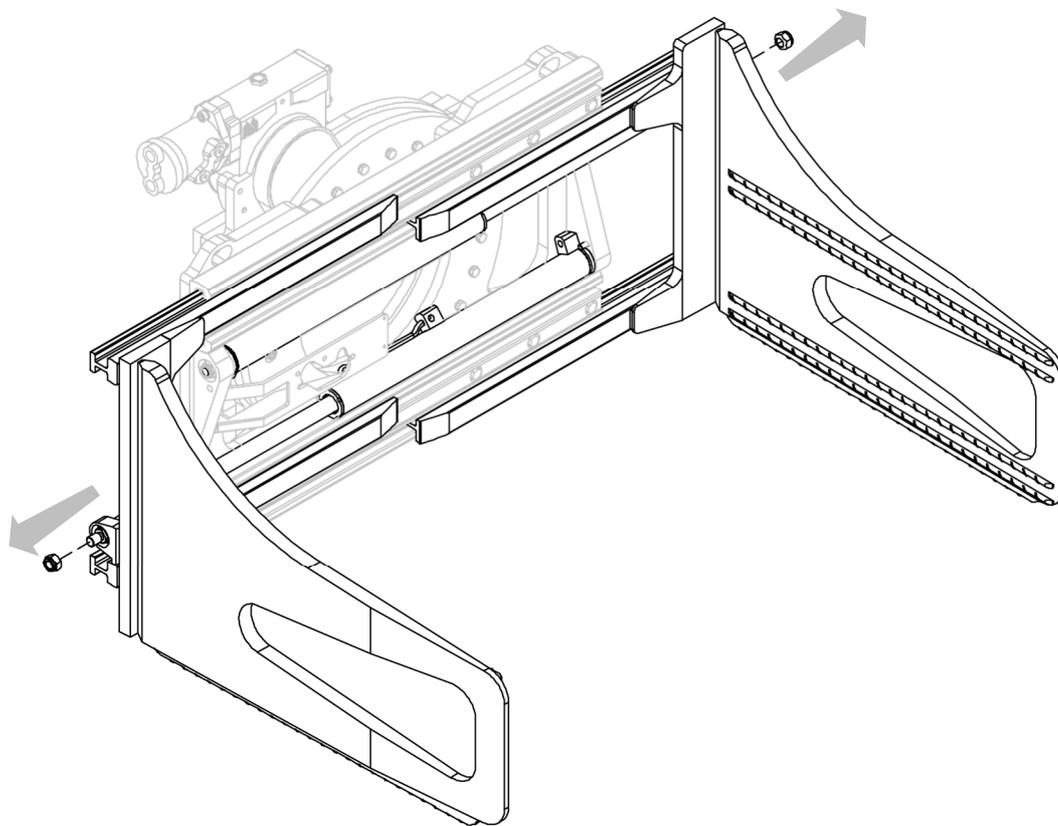

Abbildung 28
3. Entfernen Sie die Muttern, mit denen die Zylinder an den Gabeln befestigt sind (siehe *Abbildung 28*).